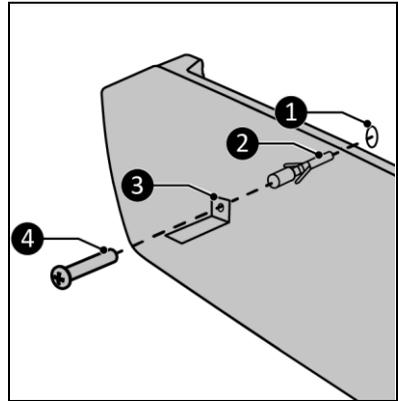

Abbildung 9
9. Legen Sie die Halterung (Abbildung 9, Pos. 3) oben auf das Heizgerät mit der kurzen Seite zur Wand.
10. Markieren Sie die Position für das Loch auf der Wand (Abbildung 9, Pos. 1).
12. Bohren Sie ein 10-mm-Loch an der markierten Stelle (Abbildung 9, Pos. 1).
13. Führen Sie den Dübel in das Loch ein (Abbildung 9, Pos. 2).
15. Schrauben Sie die Halterung (Abbildung 9, Pos. 3) fest an die Wand (Abbildung 9, Pos. 4).